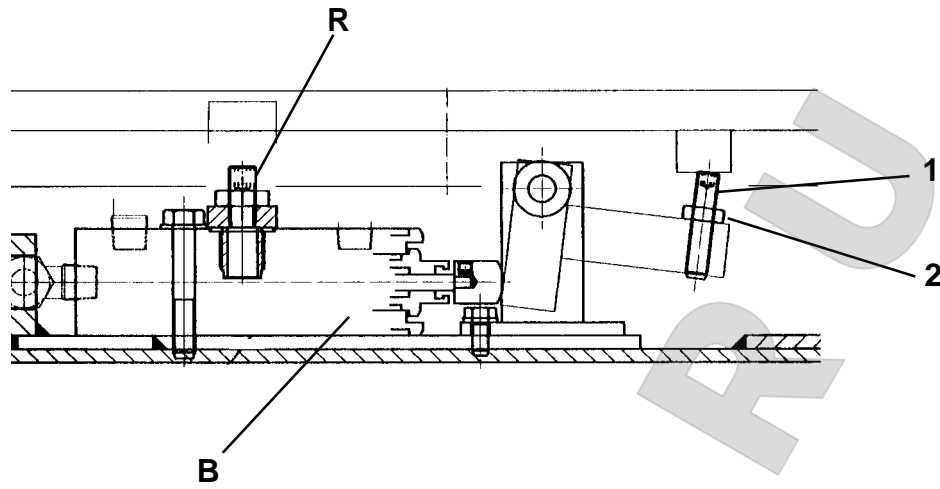
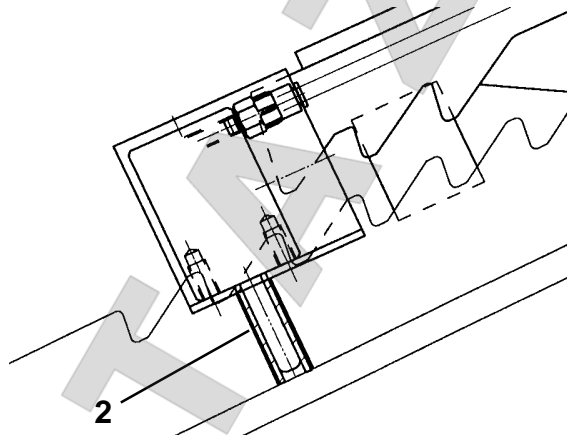
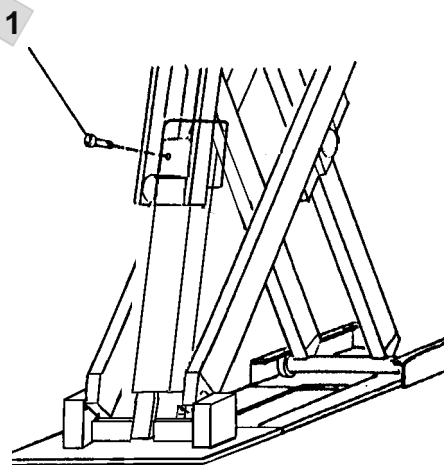

Fig. 15
Fig. 16
Fig. 17
Durante il collegamento dei tubi potrebbe entrare un po' di aria e quindi, per ristabilire il corretto funzionamento, operare come segue: con il rubinetto **R** chiuso, vedi Fig. 15, premere il pulsante di salita fino a battuta meccanica pedana **P1** (non importa la pedana **P2**).
Svitare la vite **1** (Fig. 17) del cilindro **P1** per spurgare l'aria (può verificarsi la discesa di **P2**) poi riavvitare.
Togliere l'alimentazione pneumatica in modo che l'arresto meccanico del cilindro **P1** rimanga agganciato sull'ultimo dente (cilindro tutto esteso) e inserire sotto l'arresto del cilindro **P2** il distanziale **2** (Fig. 16) (tubino Rilsan Ø 8x6 lungo 30 mm) in modo che il cilindro possa scorrere.
Aprire il rubinetto **R** (Fig. 15) e premendo il pulsante di discesa
with stopcock **R** closed (see Fig. 15), press the up button until platform **P1** reaches the mechanical stop (the position of **P2** is not important).
Loosen screw **4** (see Fig. 17) of cylinder **P1** to bleed the air (**P2** may drop), then tighten again.
Switch off the compressed-air supply so that the mechanical stop of cylinder **P1** remains fastened on the last tooth (cylinder fully extended) and fit spacer **2** (Fig. 16) underneath cylinder **P2** so the cylinder can slide. (Ø 8x6 rilsan tube of 30 mm length). floor. Open stopcock **R** (fig. 15) and press the down button to
Während des Anschlusses der Leitungen könnte etwas Luft eintreten. Zur Abhilfe bzw. Wiederherstellung des einwandfreien Betriebs, wie folgt vorgehen: bei geschlossenem Hahn **R** die Hebesteuertaste drücken, bis es zum mechanischen Anschlag der Fahrschiene **P1** kommt (die Fahrschiene **P2** ist unwichtig). Zur Entlüftung die Schraube **1** (Abb. 17) des Zylinders **P1** lösen (**P2** könnte sich senken) und wieder anziehen. Die pneumatische Versorgung unterbrechen, damit die mechanische Arretierung des Zylinders **P1** am letzten Zahn eingehakt bleibt (Zylinder ganz ausgefahren) und zur Zylindergleitung das Distanzstück **2**, (Abb. 116) (Schlauch aus Rilsan D. 8x6, 30 mm lang) unter die Arretierung des Zylinders **P2** einsetzen. Den Hahn **R** (Abb. 15) öffnen und über die Senksteuertaste **P2** bodeneben
Lors du raccordement des tuyaux, de l'air pourrait s'introduire dans le système, il faut donc opérer comme suit pour rétablir le bon fonctionnement: le robinet **R** (voir Fig. 15) doit être fermé; actionner la montée autant qu'il faut pour mettre le chemin de roulement **P1** en sa position de butée mécanique (la position du chemin de roulement **P2** n'est pas importante).
Desserer la vis **1** (Fig. 17) du vérin **P1** pour purger l'air (il peut arriver que **P2** descende), puis resserrer.
Supprimer l'alimentation pneumatique de manière à ce que l'arrêt mécanique du vérin **P1** reste enclenché sur la dernière dent (vérin entièrement ouvert) et introduire sous l'arrêt du vérin **P2** l'entretoise **2** (Fig. 16) (tuyau rilsan Ø 8x6 30 mm de long) pour permettre au vérin de coulisser. Ouvrir le robinet **R** (Fig.
Durante la conexión de los tubos podría entrar un poco de aire y por este motivo, para restablecer el correcto funcionamiento es necesario proceder de la siguiente manera: con el grifo **R** cerrado, ver Fig. 15, presionar el pulsador de elevación hasta el tope mecánico de la plataforma **P1** (no interesa la plataforma **P2**). Destornillar el tornillo **1** (Fig. 17) del cilindro **P1** para purgar el aire (puede comprobarse el descenso de **P2**) y luego volver atornillar. Quitar la alimentación neumática de manera que el retén mecánico del cilindro **P1** se quede enganchado en el último diente (cilindro todo abierto) y colocar debajo del retén del cilindro **P2** el distanciador **2** (Fig. 16) (tubo de rilsan de Ø 8x6 longitud 30 mm) de manera que el cilindro pueda deslizar. Abrir el grifo **R** (Fig. 15) y presionando el pulsador de descenso bajar
fare scendere **P2** fino a terra, poi farla risalire 3-4 volte fino a 50-70 cm da terra. Assicurarsi che in centralina ci sia olio sufficiente. Portare **P2** a 150 cm di altezza e chiudere il rubinetto **R**, fare scendere il ponte di circa 50 cm dopo aver tolto il distanziale **2** (Fig. 16) e ripristinato il collegamento pneumatico, poi riaprire il rubinetto **R**. Mettere la **P2** 0,5-1 cm più bassa di **P1**. Richiudere il rubinetto **R** bloccando con gli appositi controdadi e fare scendere a terra entrambe le pedane. **Staccare il cavetto A** (Fig. 10). Il ponte funziona regolarmente quando partendo da terra ad un'altezza di 10 cm **P2** risulta più alta di **P1** di 1-2 cm.
15) et appuyer sur le bouton de descente pour porter **P2** au sol, le soulever ensuite 3 ou 4 fois de 50 à 70 cm du sol. S'assurer qu'il y ait suffisamment d'huile dans le boîtier de commande. Porter **P2** à une hauteur de 150 cm et fermer le robinet **R**. Faire descendre le pont de 50 cm environ après avoir retiré l'entretoise **2** (Fig. 16) et réactiver l'installation pneumatique, puis réouvrir le robinet **R**. Positionner **P2** à une hauteur inférieure de 0,5-1 cm par rapport à **P1**. Refermer le robinet **R** en bloquant les contre-écrous spécifiques et porter les deux chemins de roulement au sol. **Débrancher la fiche A (Fig. 10)**. Le pont fonctionne régulièrement lorsque, dès la position initiale au sol, après une course de 10 cm, **P2** dépasse **P1** de 1 ou 2 cm.
P2 hasta el suelo, y luego subirla 3-4 veces hasta que llegue a unos 50-70 cm. del suelo. Asegurarse que en la centralita haya bastante aceite. Colocar **P2** a 150 cm. de altura y cerrar el grifo **R**; bajar el puente unos 50 cm. después de haber quitado el distanciador (**2** Fig. 16) y una vez que se ha restablecido la conexión neumática, abrir nuevamente el grifo **R**. Colocar **P2** de 0,5 a 1 cm. más baja respecto a **P1**. Cerrar nuevamente el grifo **R** bloqueando con las correspondientes contratueras y bajar al suelo las dos plataformas. **Desconectar la clavija A (Fig. 10)**. El puente funciona normalmente cuando partiendo desde el suelo, a una altura de 10 cm, **P2** es más alta de **P1** 1-2 centímetros.